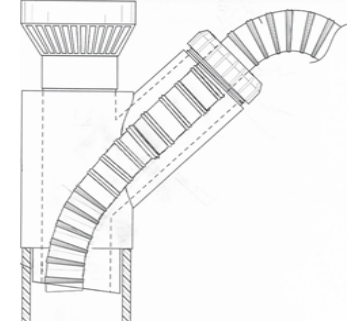

Fig. 4
6. Deslice la manguera de descarga completamente en la estrella (la manguera de descarga debe estar hacia abajo en el tubo vertical, no en ángulo). Confirme que la junta esté plana y completamente asentada en la estrella y apriete a mano el collar para crear un Sello hermético (Fig.4). \* Opción adicional, la manguera de descarga se puede insertar en la junta después de que la junta se haya asegurado en la estrella con el collar.